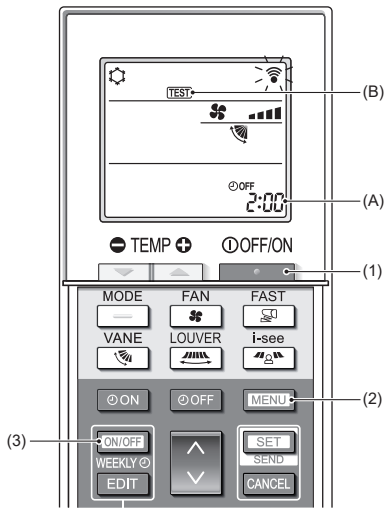

Abb. 7-5
7.2.2. Verwendung der drahtlosen Fernbedienung (Abb. 7-5)
■ Testlauf (Abb. 7-5)
- Drücken Sie die Taste (1), um die Klimaanlage anzuhalten.
- Wenn der Wochen-Timer aktiviert ist (**WEEKLY** eingeschaltet ist), drücken Sie die Taste (3), um ihn zu deaktivieren (**WEEKLY** ist ausgeschaltet).
- Drücken Sie die Taste (2) 5 Sekunden lang.
- Drücken Sie die Taste (2).
- Drücken Sie die Taste (B) leuchtet auf und das Gerät tritt in den Testlaufmodus ein.